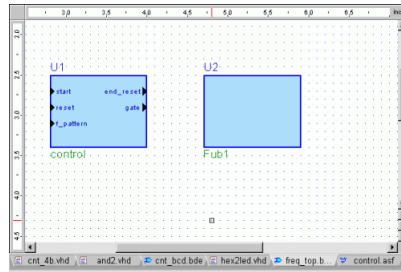

Рисунок 1.46 – Результат порівняння змісту блока
1.2.8.3 Після порівняння змісту блока його умовне зображення на логічній схемі буде модифіковано – з'являться вузли, які відповідають вхідним і вихідним портам керуючого автомата. Створіть ще один порожній блок і помістіть його праворуч від блока керуючого автомата (рис. 1.46).